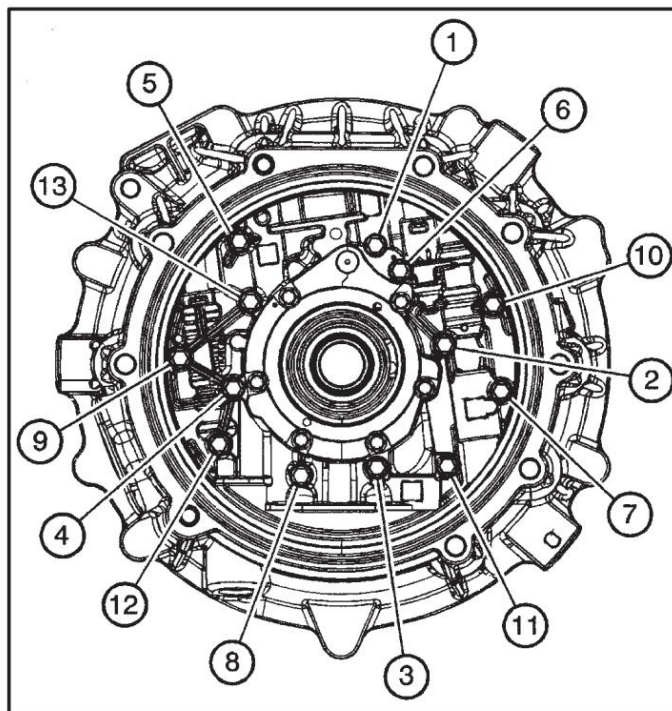
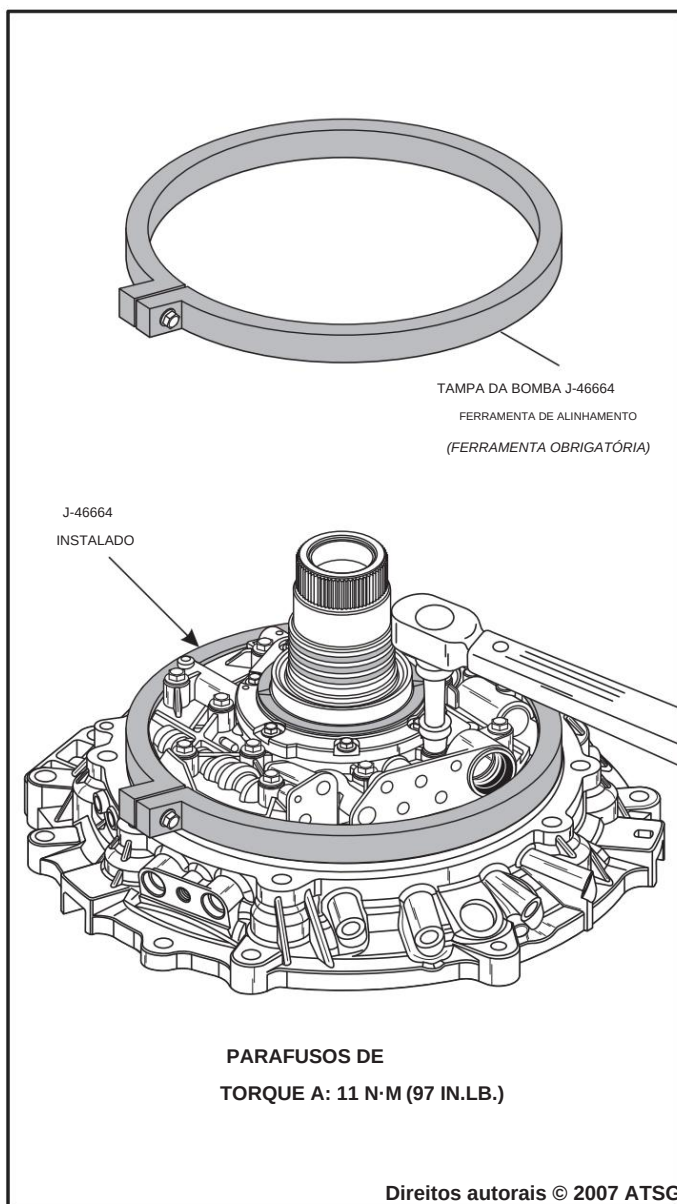

Figura 74
Figura 73
40. Instale a faixa de alinhamento da bomba J-46664 e aperte, conforme mostrado na Figura 73.
41. Aperte os 13 parafusos de retenção da tampa da bomba de óleo com 11 Nm (97 pol.lb.), conforme mostrado na Figura 73, e usando a sequência mostrada na Figura 74.